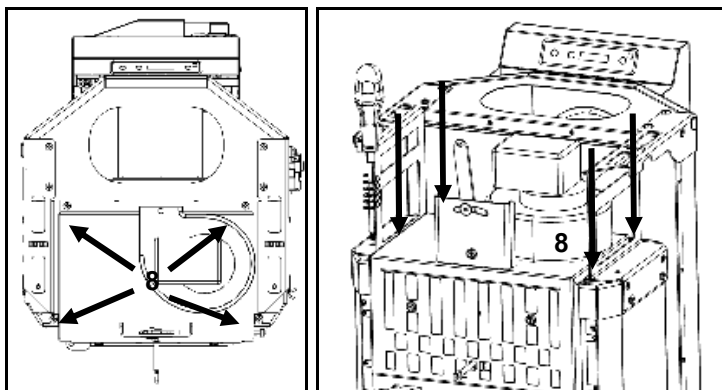

Figura 76 - Fixação do ventilador ao equipamento
i) Apertar o conjunto da Figura 76 na face superior da câmara de combustão utilizando 4 parafusos (A) nos furos preparados para o efeito (8).